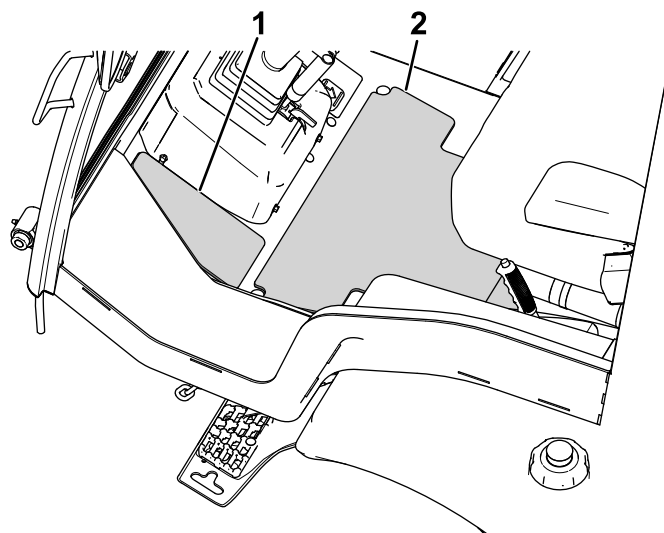

Рисунок 11
2. Удалите защитную пленку и установите среднюю и угловую накладки пола на пол платформы (Рисунок 11).